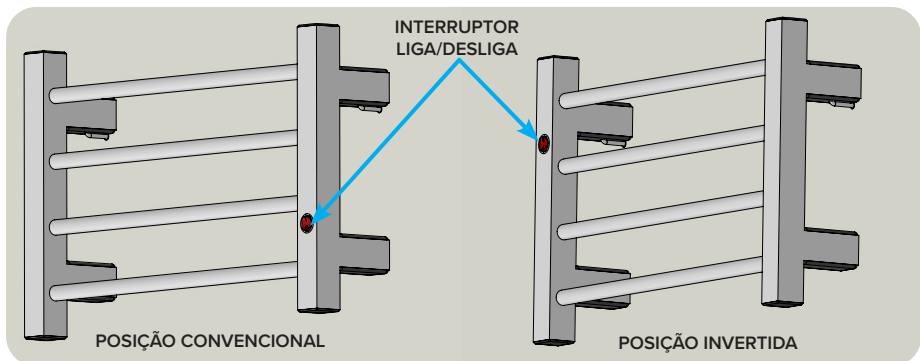

Figura 16 – Posição de instalação do Toalheiro
8. A instalação do Toalheiro pode ser de forma convencional – Interruptor no lado direito inferior – ou invertido – Interruptor no lado esquerdo superior – conforme a necessidade do usuário para o acesso ao Interruptor Liga/Desliga ou acesso à tomada elétrica (Figura 16).